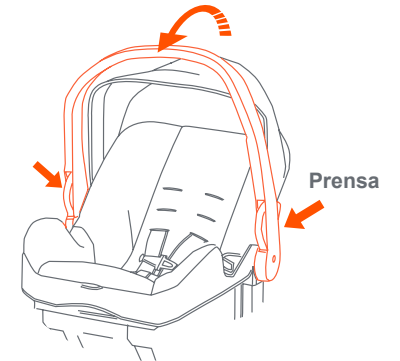

Fig. 14c
**NOTA:** Coloque el manubrio en la posición de traslado (Fig. 14c).